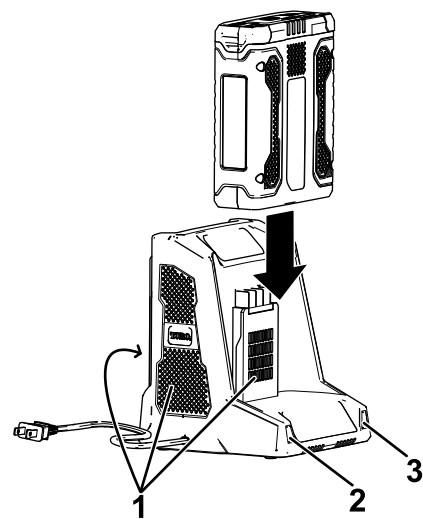

Figura 11
- 5. Introduzca la batería en el cargador hasta que esté completamente asentada (Figura 11).